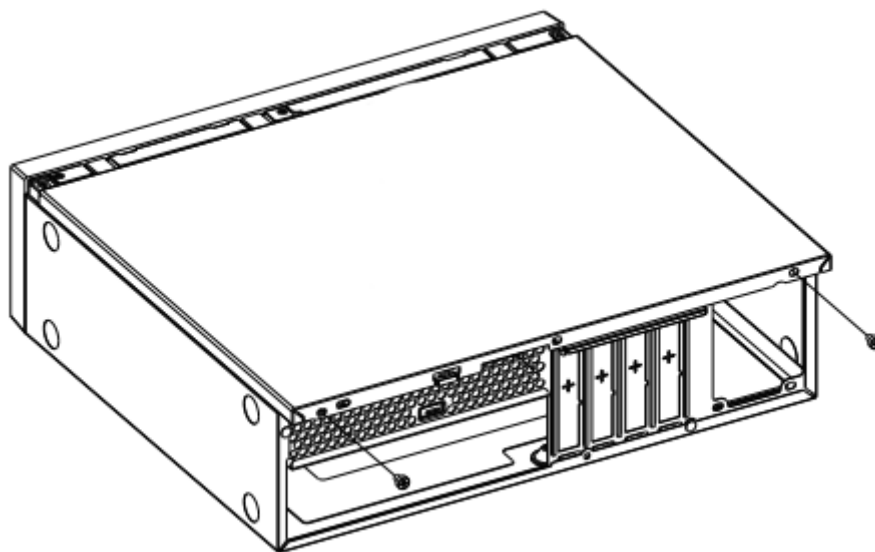

Рисунок 5 - Демонтаж боковой панели изделия
1. Открутите 2 винта, фиксирующие боковую панель изделия (Рисунок 5).